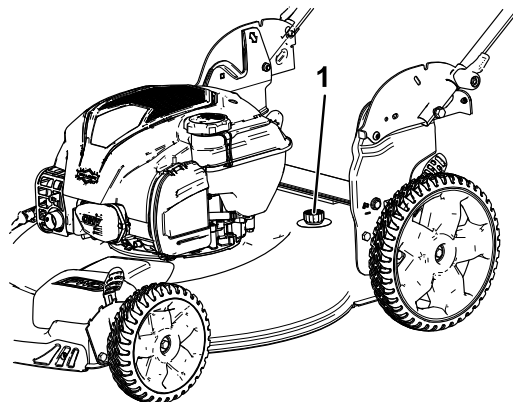

Figura 16
5. Conecte una manguera de jardín que esté conectada a un grifo al orificio de lavado (Figura 16).